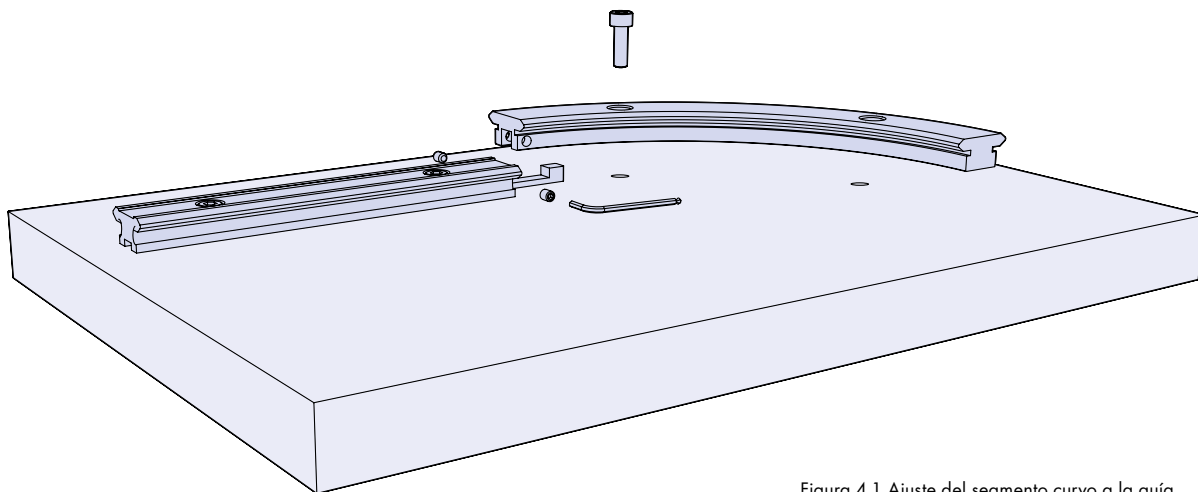

Figura 4.1 Ajuste del segmento curvo a la guía
4.1 Una vez los tramos rectos estén fijados, se procede a fijar los tramos curvos. La llave de ajuste se deberá insertar en el receso inferior de la guía y posteriormente colocar el segmento curvo en su posición en estado suelto (figura 4.1). La ranura en el segmento curvo es mayor para permitir el ajuste del mismo con los tornillos de ajuste.